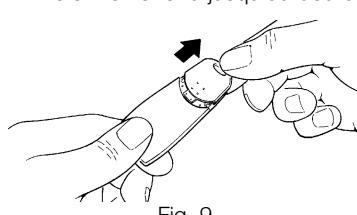

Fig. 9
- Ouvrir le fond en le tirant comme sur la figure 9;